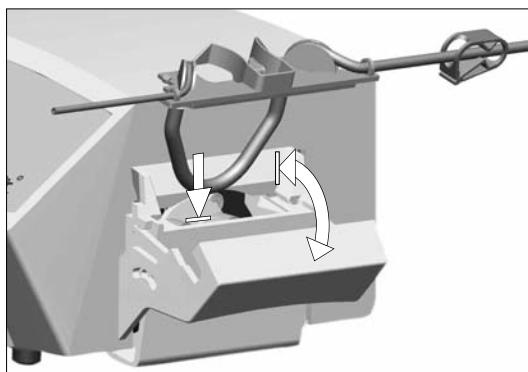

fig. 8
J. Instale la cajita de plástico en la bomba peristáltica. Compruebe que la cajita esté enganchada correctamente. Cierre la tapa de la bomba, **fig. 8**. Si no puede cerrarse, abra el cajón de nuevo y compruebe que la cajita esté colocada correctamente.